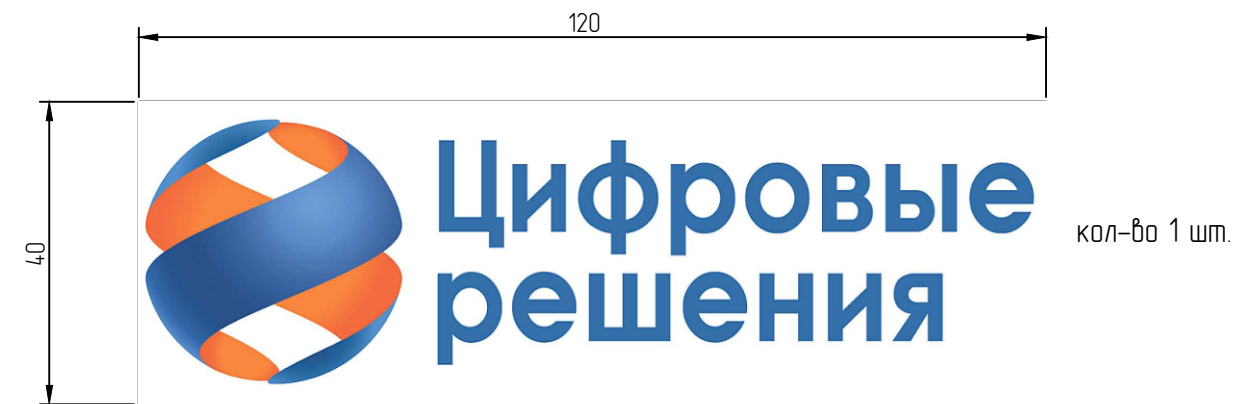

Рисунок 4
6. Табличку с логотипом ООО "РГЦР" (рисунок 4) изготовить по файлу в растровом формате, прилагаемому к КД